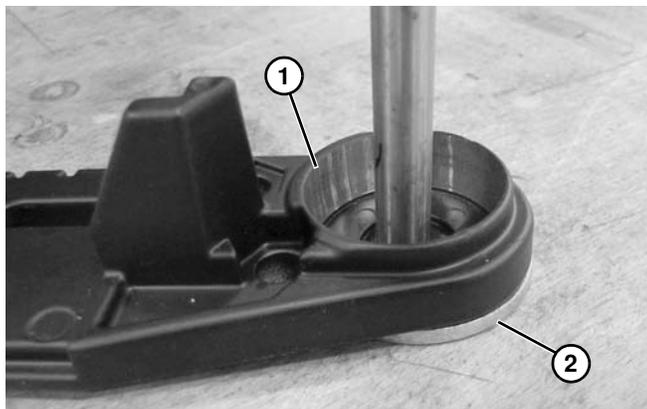

**Figura 81**
4. Con la ayuda de una prensa de husillo o un dispositivo similar, presione e inserte el cojinete en el eje de la polea (**Figura 81**).